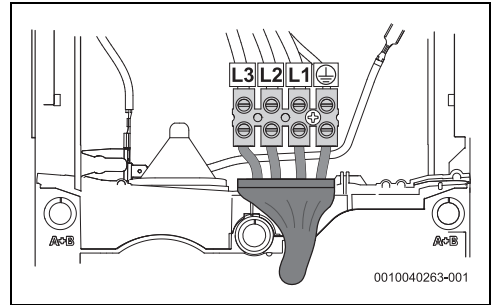

Bild 36 Anschluss unten für kurze Kabel
- Anschluss unten für kurze Kabel (Abb. 36)